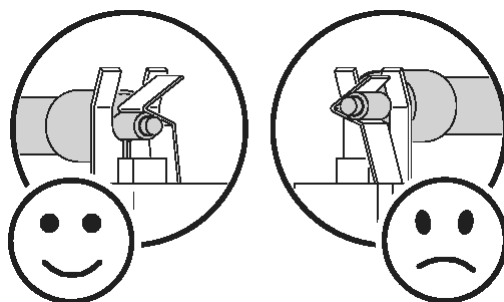

Рис. 4: Правильная фиксация лампы
5. Убедитесь, что контакты лампы встали под V-образной частью фиксатора, а не внутри неё, как показано на рис. 4.